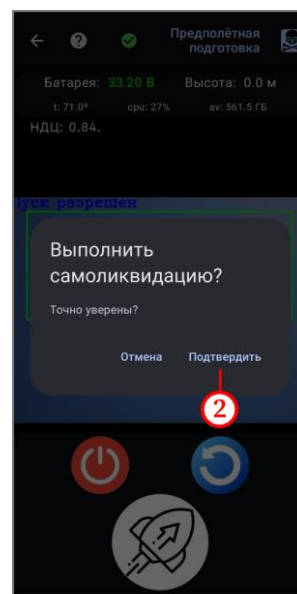

Рисунок 50
- подтвердить действие на открывшейся форме (рисунок 50, шаг 2).